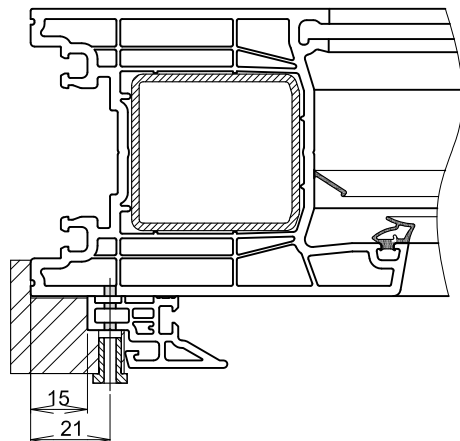

Abb. 5 Montagelehre T054
- Nutgrund mit Silikon abdichten (Abb. 4). Mittelverschluß **76657** mit 17,5 mm Versatz von Oberkante Flügel positionieren. Mit Hilfe der Montagelehre (Abb. 5) **T054** vertikal ausrichten und mit $\varnothing 3$ mm vorbohren. Bohrungen zum Profilenende max. 20 mm, dann im Abstand von 200 mm.